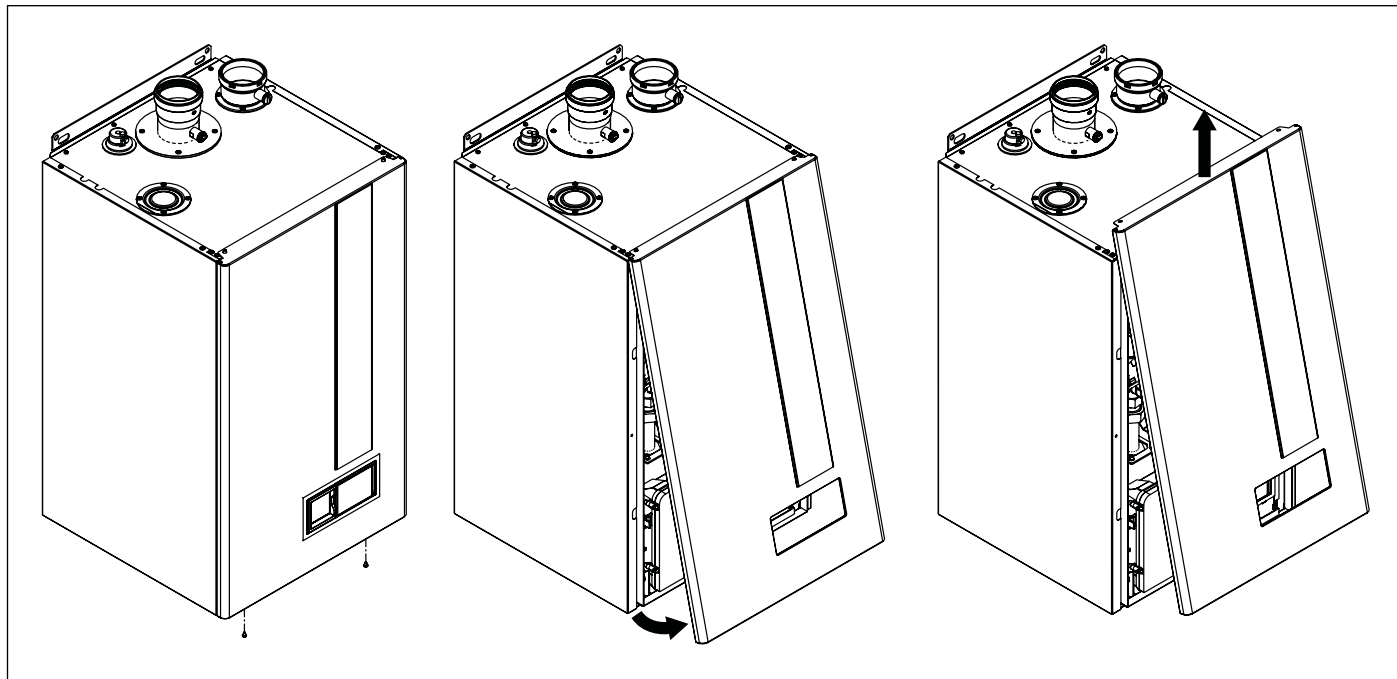

Fig. 31 Apertura mantello
- Togliere il mantello frontale della caldaia (vedi Fig. 31 Apertura mantello).